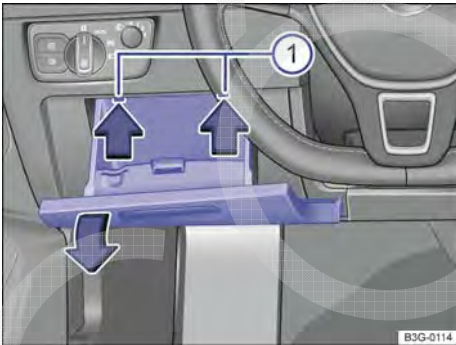

Fig. 279 Cobertura da caixa de fusíveis no painel de instrumentos: veículos com direção à esquerda, à esquerda ao lado do volante.
- Abrir o porta-objetos do lado do condutor → Fig. 279  .
- Pressionar para cima o pino → Fig. 279   no sentido da seta e ao mesmo tempo abrir e retirar mais o porta-objetos até que a placa de fusíveis fique acessível.